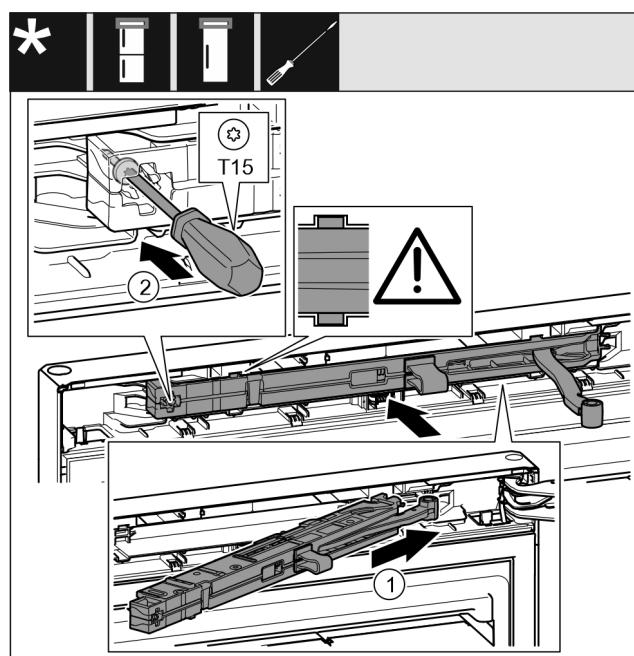

Fig. 23
- Schließdämpfer-Einheit Fig. 23 (1) auf der Lagerbockseite bis zum Anschlag schräg in die Aussparung einschieben.
- Schraube Fig. 23 (2) mit einem Schraubendreher fest-schrauben.